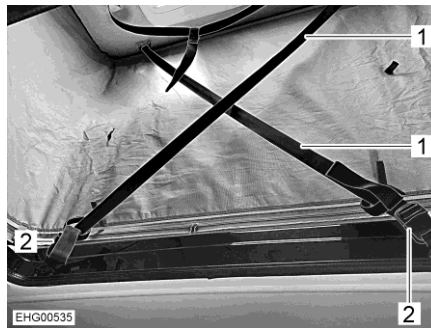

Bild 59 Windsicherung
- Beide Sicherungsgurte (Bild 59,1) vollständig ausziehen.
- Sicherungsgurte jeweils diagonal an den Gurtschlössern (Bild 59,2) einhängen.